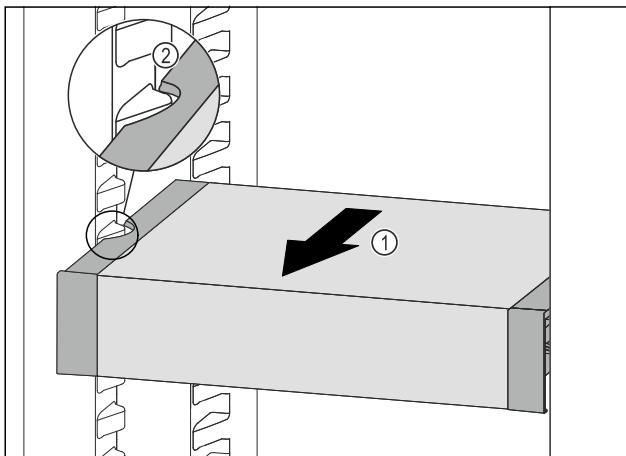

Fig. 98
► Вытаскивайте VarioSafe вперед Fig. 98 (1), пока боковые выемки VarioSafe не окажутся на высоте выступа резервуара в холодильном отделении. Fig. 98 (2)